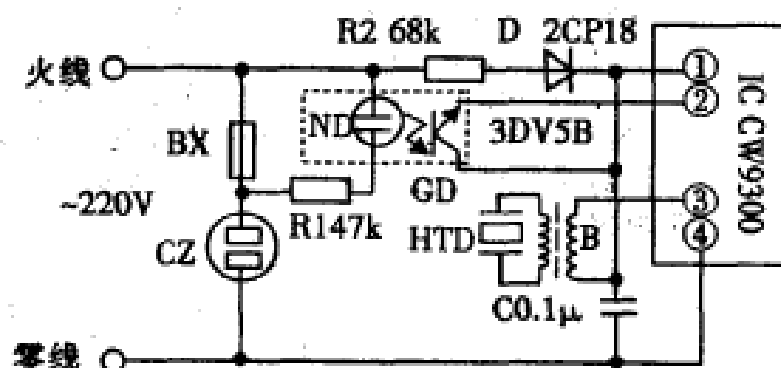

图 1
本文介绍两种保险丝熔断报警器,能在保险丝熔断时自动发出声、光报警信号,具有电路简单,无需调试等优点,适用于农村家庭和电工房。图1所示的熔断报警器用于交流电路中。图中当保险丝BX正常时,氖灯ND两端电压为零而不发光,光敏管GD因无光照射而截止,可视其为开路状态,IC音乐模块不被触发,电路处于无声静止状态。当BX熔断时,ND两端电压达到起辉电压而发光,GD基极受光照而导通,其等效电阻减小,可视为短路,IC第②脚被触发工作,使第③脚输出信号,压电陶瓷片HTD发出音乐蜂鸣声,完成报警功能。